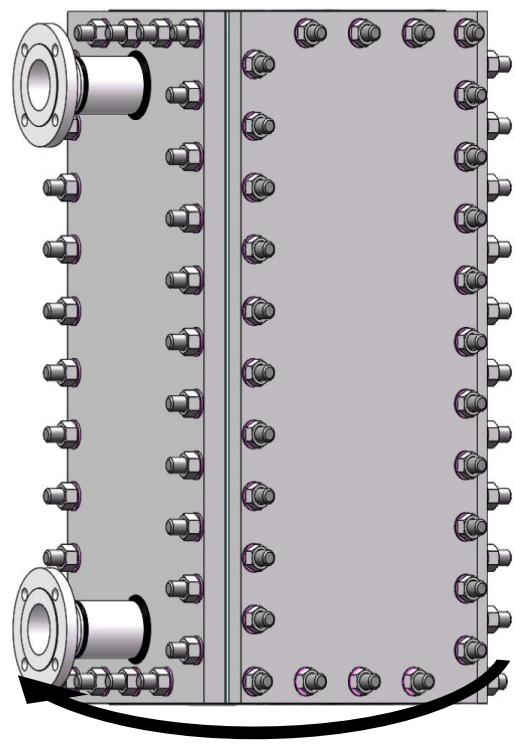

Figura 20
- Rispettare il senso di pre-serraggio come nella Figura 20.